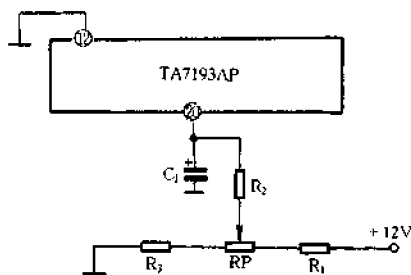

图 4-376 TA7193AP 相关电路
这类电压主要包括亮度、对比度、色饱和度及音量等受控引脚上的电压。此类引脚电压的大小是随控制元件(如电位器)的调节作用而变化的。检测时,可将万用表拨至直流电压挡,将表笔接在受控的相应引脚上,然后调节有关控制元件,电压应随可调元件的调节而改变。例如图 4-376 所示的 TA7193AP 彩色解码集成电路,正常时调节色饱和度电位器 RP 时,②脚电压应在 6~9V 之间变化。若②脚电压低于 1V,而且不随 RP 的调节而变化,则说明 TA7193AP 内部放大器已不工作,无色度信号输出,必然造成无彩色故障。